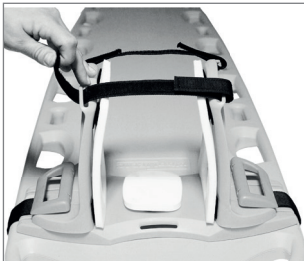

Bild 3
5. Befestigen Sie die beiden schmalen Fixiergurte an den Fixierarmen. Zentrieren Sie die Gurte über dem Kinn und der Stirn des Patienten (Bild 3).